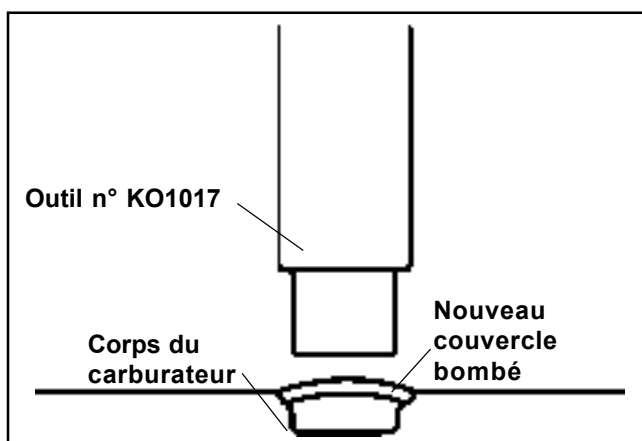

Figure 5-9. Installation des couvercles bombés.
3. Utiliser l'extrémité de l'outil qui a environ la même taille que le couvercle pour aplatir le couvercle. **Ne pas** forcer le couvercle sous la surface de la cavité. Voir la Figure 5-9.